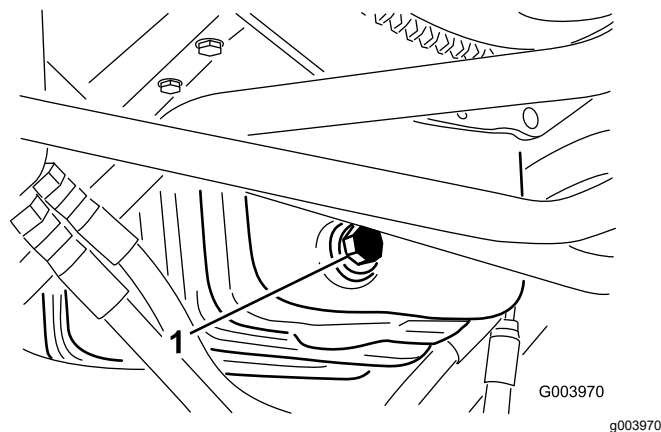

Рисунок 77
1. Снимите сливную пробку (Рисунок 77) и дайте маслу стечь в сливной поддон.